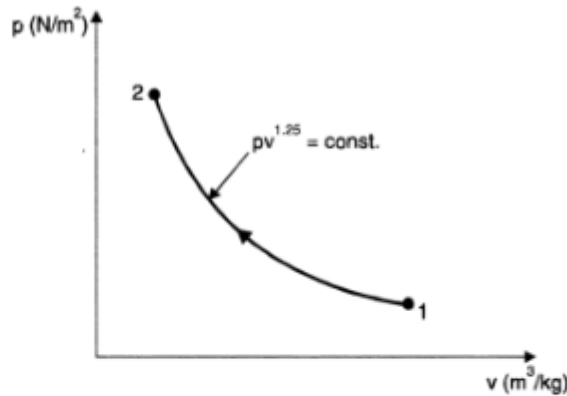

Fig. 5.38
**Solution.** Refer Fig. 5.38.